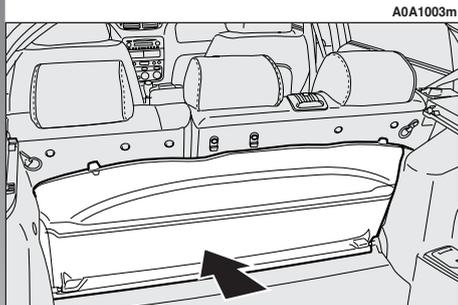

fig. 22
- trasversalmente nel vano bagagli come illustrato in **fig. 22**;